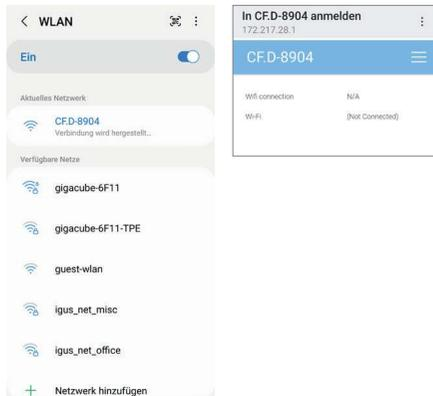

Abbildung 4: AdHoc SSID
- Aktivieren Sie das AdHoc Netzwerk durch Betätigung des Tasters an der Frontplatte des CF.D:moduls. Halten Sie den Taster so lange gedrückt, bis an dem Display die Meldung „WIFI ON“ angezeigt wird. Innerhalb weniger Sekunden erscheint das WiFi Netzwerk mit der SSID **CF.D-xxx** (Hier im Beispiel: CF.D-a6e8) unter den Netzwerken (siehe Abbildung 4).